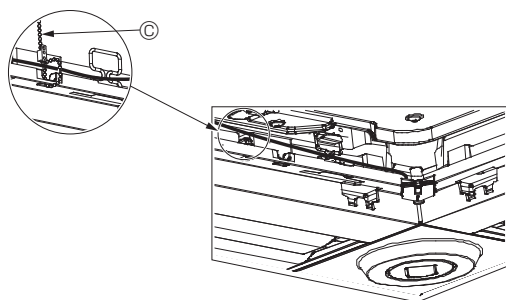

Fig. 10-12
- Fixez les fils du capteur i-See et du récepteur de signal au panneau à l'aide des fixations, comme indiqué sur le schéma, de sorte qu'il n'y ait pas de mou au niveau des fils, puis coupez le fil qui dépasse aux extrémités de la fixation. (Fig. 10-12)
- Si la position du capteur i-See a été permutée de la position "o" (E) à la position "□" (F), changez le réglage des fonctions. (Voir page 45.)